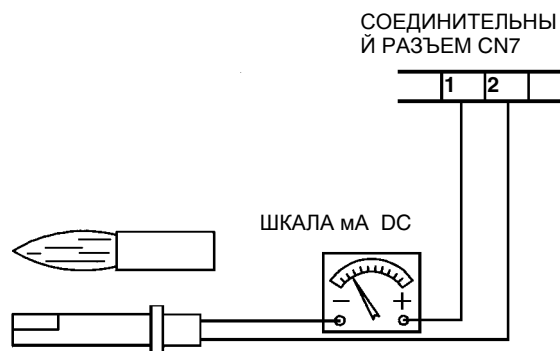

Рис. 56
- Проверить и тщательно почистить фоторезистор улавливания пламени, при необходимости заменить его. При возникновении сомнения проверить контур улавливания пламени уже после установки на место горелки, следуя схеме на Рис. 56;
Для замера сигнала улавливания пламени следуйте схеме на Рис. 56.